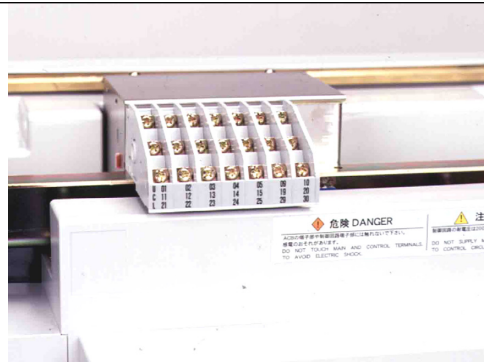

図6 制御回路端子
⑫ フロントカバー	遮断器本体前面を覆うプラスチックカバーです。
⑬ 定格銘板	形式，適用規格，定格遮断容量等を記載しています。
⑭ 仕様銘板	極数，操作方式，付属品，製造番号等を記載しています。
⑮ 制御回路端子	外部制御電線を接続する端子です。端子形状はM4ねじ端子です。図6に制御回路端子を示します。